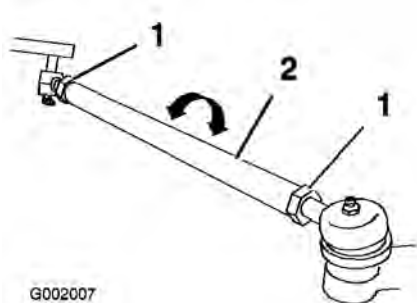

図 58
5. 前後の測定値の差が所定範囲にない場合、タイロッド両端のジャムナットを外して調整を行う（図 58）。